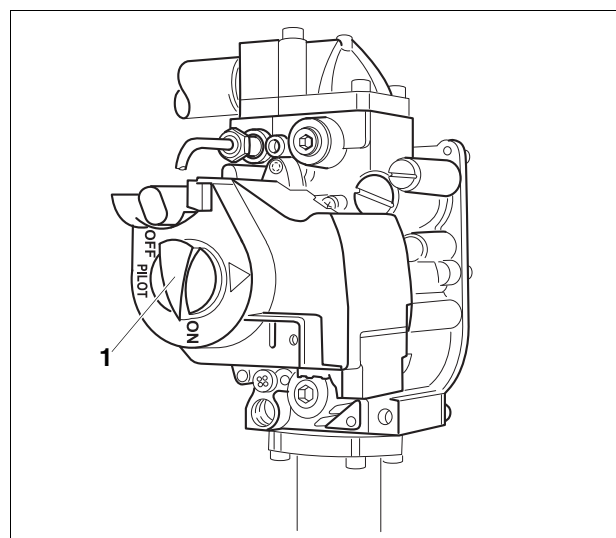

Fig. 38 Bloc gaz G124X SP
57. Tourner le bouton de mise en marche du bloc gaz (→ fig. 38) sur « PILOT » dans le sens inverse des aiguilles d'une montre.
58. Attendre trois (3) minutes puis tourner le bouton de mise en marche du bloc gaz (→ fig. 38) dans le sens inverse des aiguilles d'une montre sur « ON ». Le gaz ne doit pas pouvoir pénétrer dans le brûleur principal.
60. Si du gaz sort, tourner immédiatement le bouton de mise en marche du bloc gaz (→ fig. 38) dans le sens des aiguilles d'une montre sur « OFF » et fermer le robinet principal de gaz.